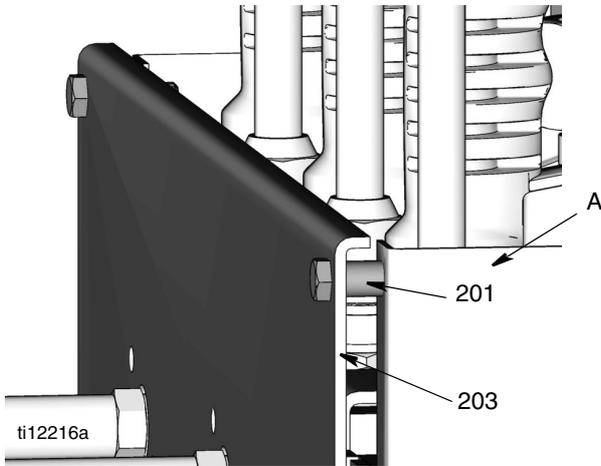

FIG. 1
1. Para actualizar un Dispensador de Aceite existente para acomodar los contadores Matrix, instale los separadores (201) entre el dispensador de aceite (A) y el panel frontal (203) (FIG. 1).